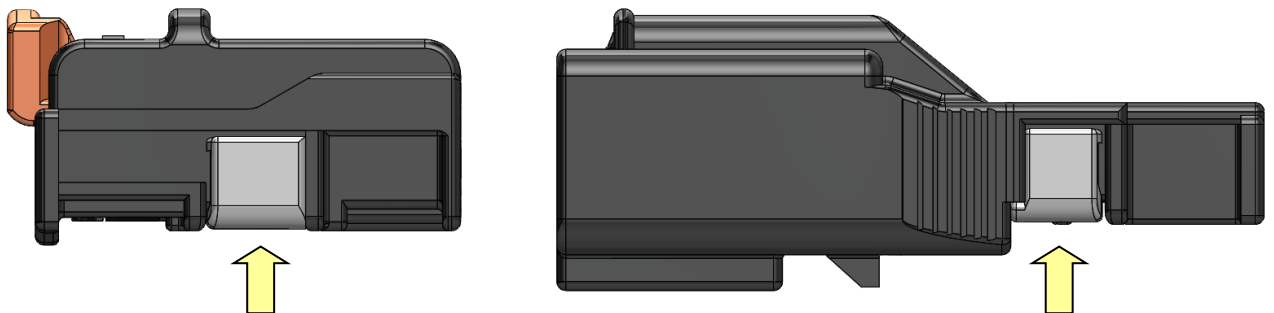

Figure 29 TPA in set position (female and male housing) / Double verrouillage en position fermée (PC et PL)
After all terminals inside the housing are inserted, push TPA until it is in set position as shown on Figure 29. TPA closing force, according to PSA specification, is between 20N and 40N (Table 12).
*Après que tous les contacts sont insérés dans le boîtier, pousser le double verrouillage jusqu'à ce qu'il soit fermé comme montré en figure 29. La force de fermeture du double verrouillage, suivant la spécification PSA, doit être comprise entre 20N et 40N (table 12).*